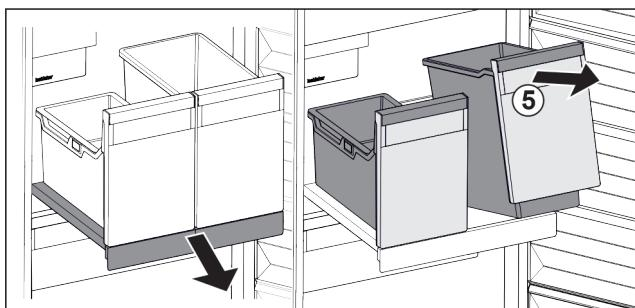

Fig. 94
- Повдигнете съда Fig. 94 (5) отпред.